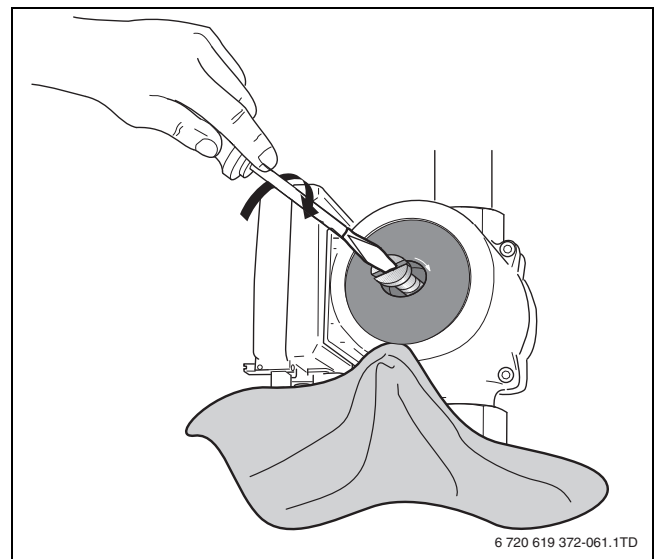

Bild 62 Pumpe entlüften
- Pumpe entlüften, indem die Entlüftungsschraube auf der Vorderseite der Pumpe abgenommen wird (→ Bild 62).